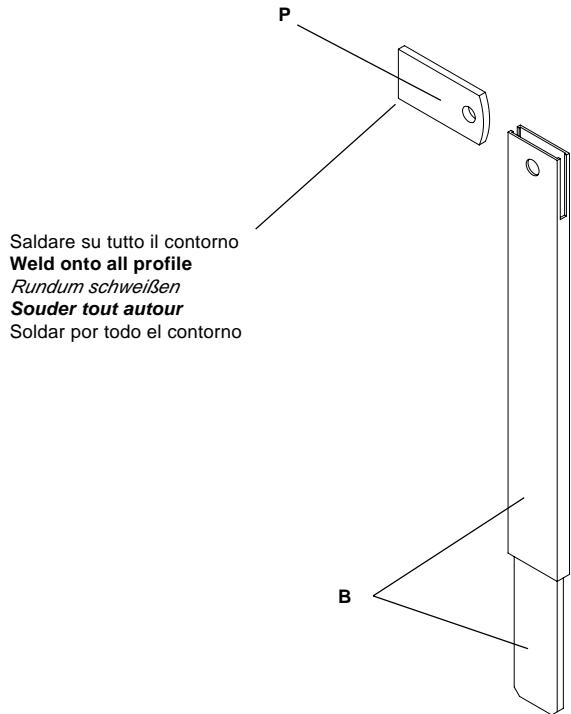

Fig.4
5.3 Operazione n° 2 (fig. 4). Fissare la piastrina P sul montante o sul traverso superiore della basculante oppure a muro a fianco del braccio della porta. (In ogni caso il braccio B deve essere sistemato tra il montante ed il braccio della porta basculante; se questo spazio è insufficiente utilizzare il braccio curvo art. AU.C che permette di lavorare in asse con il braccio della porta basculante).
5.3 Operation no. 2 (fig. 4). Secure plate P to the top jamb of the door or to the wall on the door arm side. (The arm B must be located between the jamb and the arm of the overhead door. If there is no sufficient space, use the curved arm AU.C which permits to work axially to the overhead door arm).